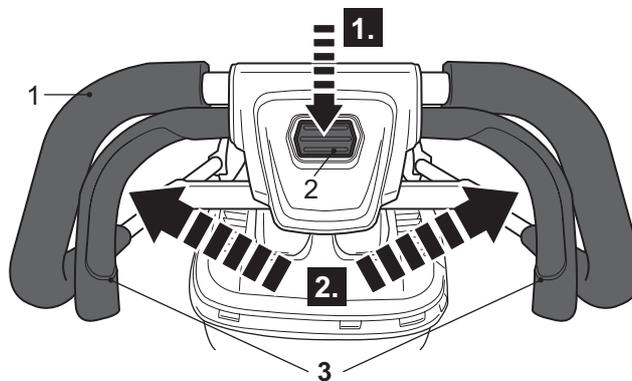

Fig.23
- > Appuyez sur le bouton de verrouillage [2] et maintenez-le en position (Fig.23, étape 1).
- > Pressez le levier de démarrage [3] vers la poignée [1] pour allumer l'appareil (Fig.23, étape 2). Maintenez le levier de démarrage [3] en position pendant le fonctionnement.